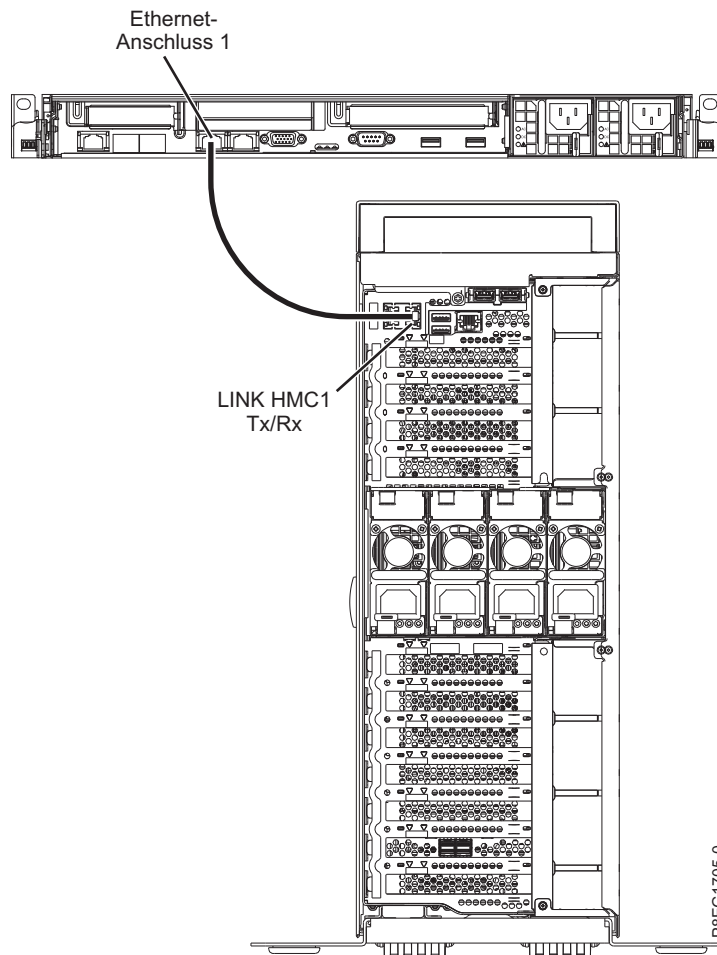

Abbildung 21. HMC an das verwaltete System anschließen
- Wenn Sie Ihre HMC direkt an das verwaltete System anschließen möchten, schließen Sie den **Ethernet-Anschluss 1** der HMC an den Anschluss **HMC1** des verwalteten Systems an. Siehe Abb. 21 auf Seite 38.